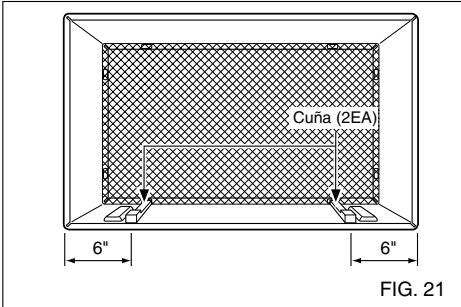

FIG. 21
- 7** Para lograr una pendiente de posterior para el drenaje de la unidad, retire el envoltorio de las cuñas de 11-13/16" y acóplelas según se muestra a continuación en la FIG. 21. Coloque el extremo más alto de la cuña en la parte frontal de la base del soporte de pared.